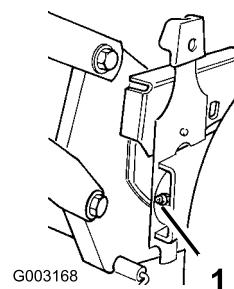

Figura 22
2. Tergete i raccordi d'ingrassaggio con un panno pulito (Figura 22).